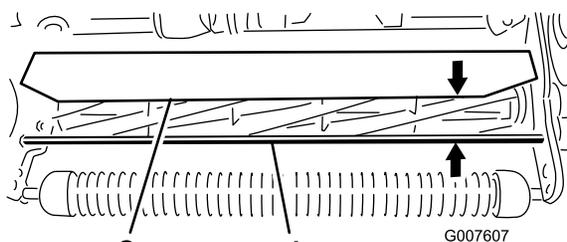

Figura 45
1. Meça a distância da parte superior da barra de apoio da frente à borda frontal do resguardo em cada extremidade da unidade de corte (Figura 45).